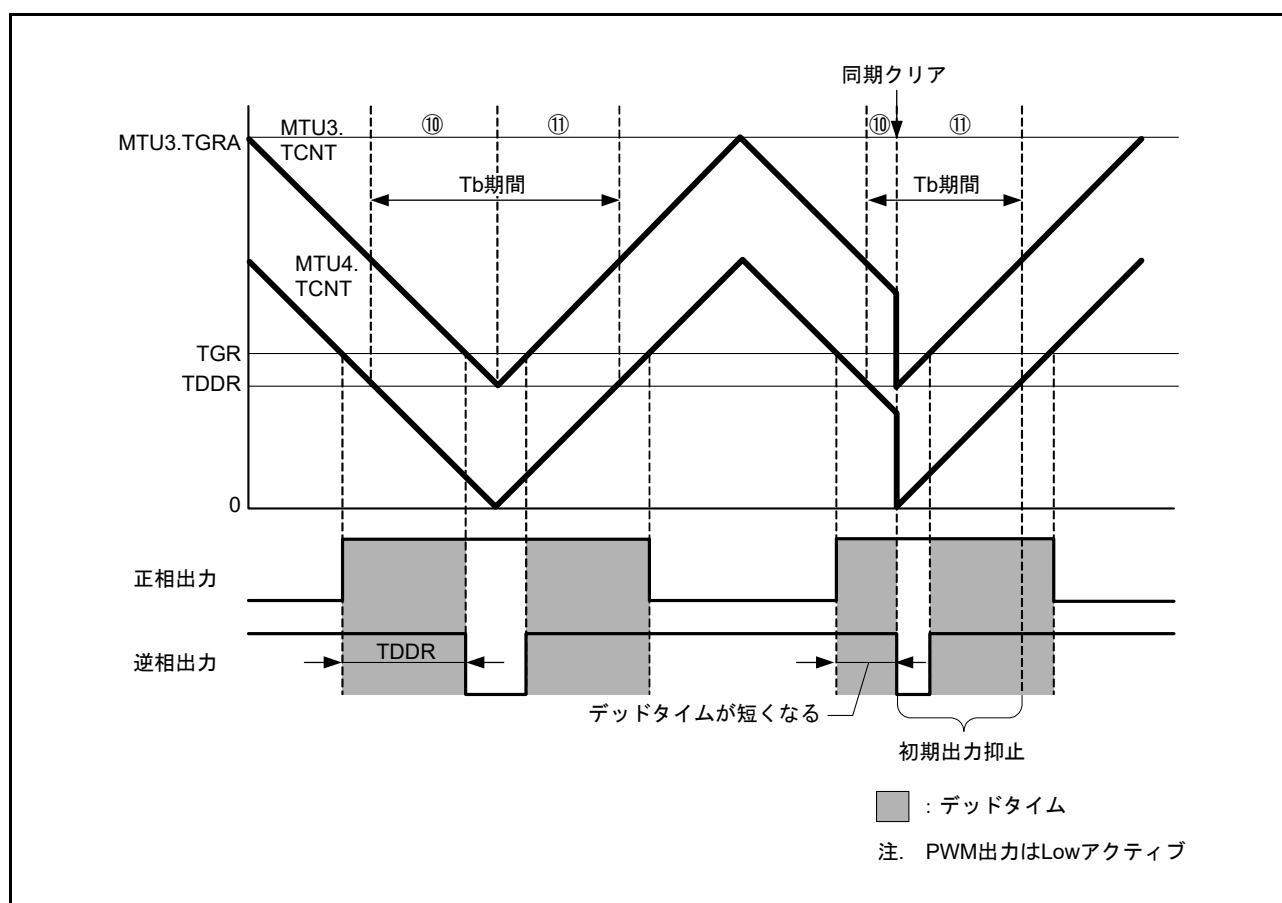

図 23.122 同期クリア例 (条件 1 の場合)
条件 1 : 初期出力の抑止期間⑩にて、PWM 出力がデッドタイム期間中に同期クリアした場合 (図 23.122 参照)。